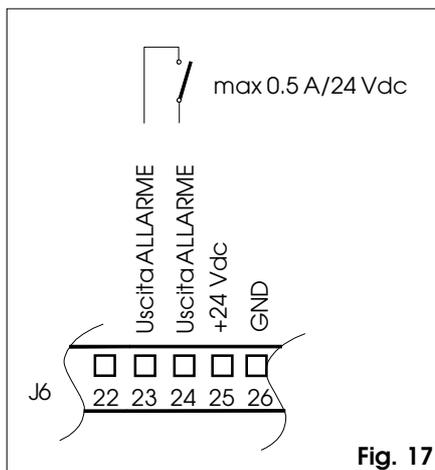

Fig. 17
### ⑦ Morsetti J6 Uscite a relé e funzioni speciali (fig. 17, 18, 19)